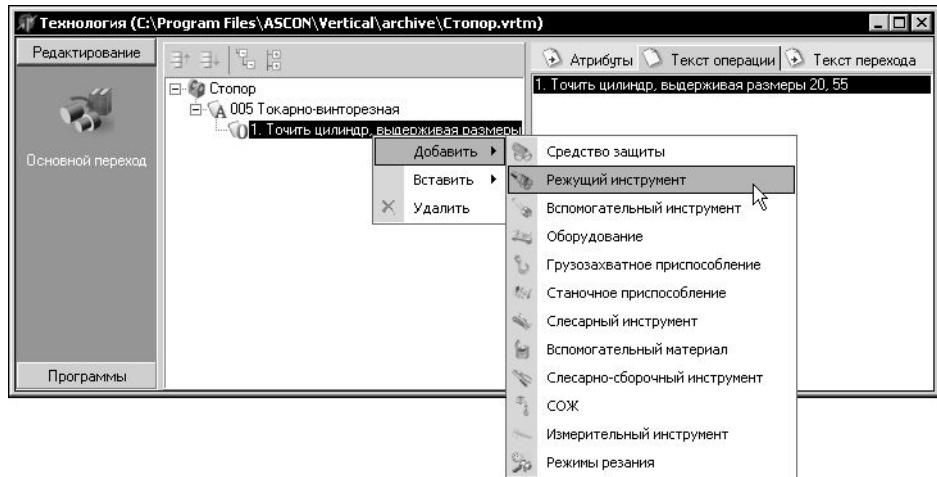

Рис. 9.9. Добавление данных о режущем инструменте в дерево ТП
2. В контекстном меню (рис. 9.9) выберите пункты **Добавить — Режущий инструмент**.